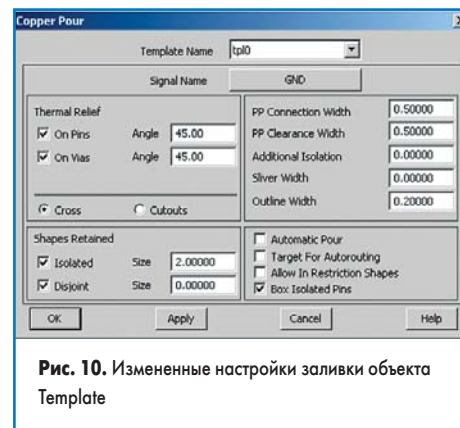

Рис. 10. Измененные настройки заливки объекта Template
9. Сделаем в окне Copper Pour настройки, как показано на рис. 10. А именно: включим формирование термобарьеров по методу Cross с углом наклона проводников 45°; параметры PP Clearance Width и PP Connection Width зададим равными 0,5 мм, а параметр Outline Width сделаем равным 0,2 мм; для изолированных островков меди зададим минимально допустимый размер островка 2 мм.